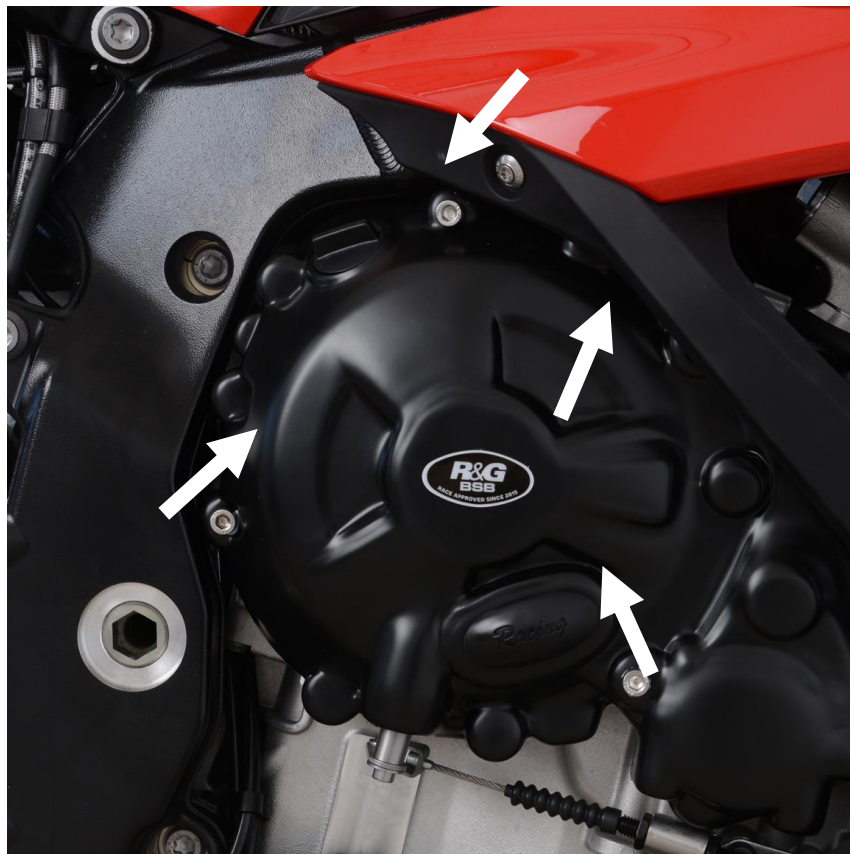

Abbildung 5
- Entsprechend der Öffnungen in der R&G Abdeckung (siehe Abbildung 5), die 3x passenden Schrauben für die Wasserpumpe mit einem T30 Schlüssel entfernen– siehe Abbildung 4.
- Mit Abbildung 5 als Referenz, vorsichtig die R&G Abdeckung an das Motorgehäuse ansetzen und drüber schieben. Achten Sie darauf, dass die vier R&G Schrauben ausgerichtet sind, dann die Abdeckung soweit wie möglich eindrücken.